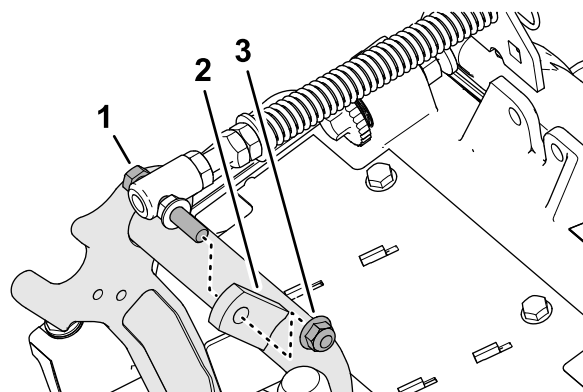

図 12
3. ターフ補正スプリングのキャップスクリューをキャリアフレームの右側タブに固定しているフランジロックナット $\frac{3}{8}$ "を外して、補正スプリングをカッティングユニットから外す 図 12。